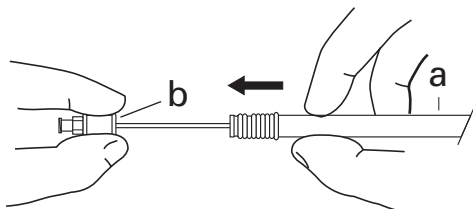

Fig. 6
4. Mențineți pe loc capătul amboului. Amplasarea stentului se va face pe măsură ce trageți de mâner (a) către ambou (b). (Fig. 6) Markerul radioopac de pe sistemul de portaj (h) indică progresul procesului de amplasare.